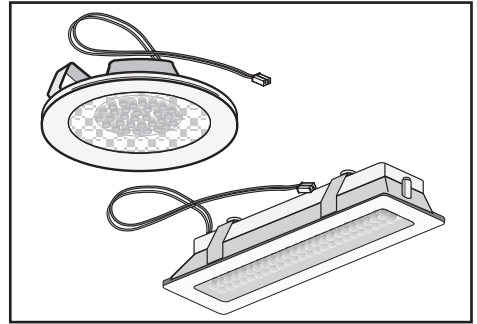

Fig.10
• Udskiftning af LED lamperne (Fig.10):